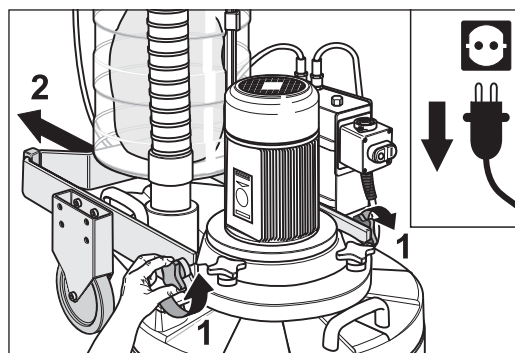

Fig. 20 Après avoir débloqué les deux poignées en étoile, le châssis peut être roulé vers l'arrière.
- 6 Desserrez les deux poignées en étoile latérales sur le boîtier et faites rouler le châssis à l'horizontale vers l'arrière (fig. 20).